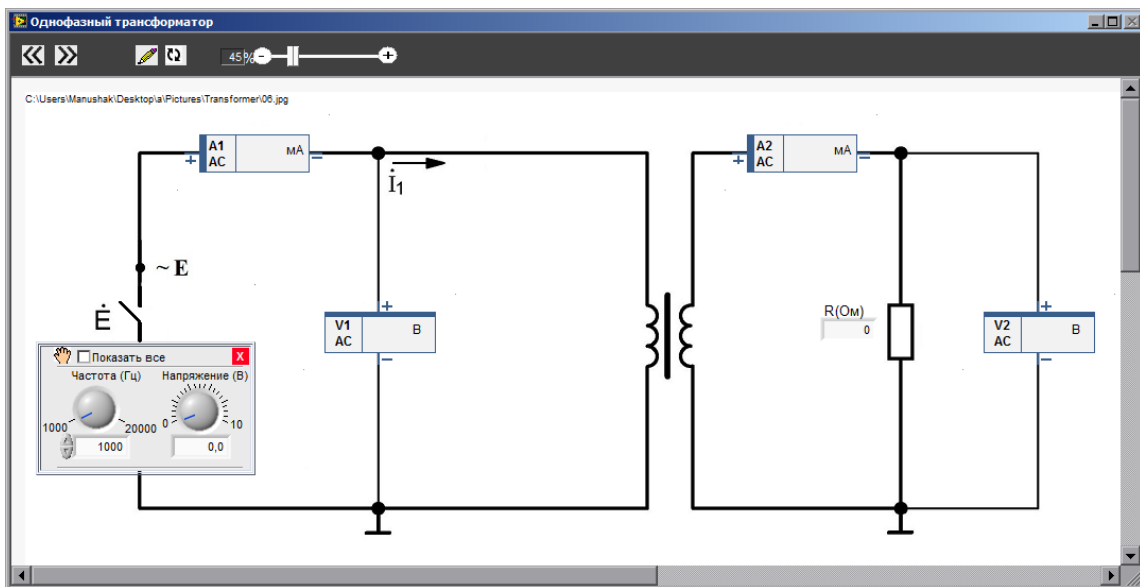

Рисунок 4.14 – Работа трансформатора на активную нагрузку
10. Нажмите кнопку **Следующий** на рабочем поле и видоизмените цепь на плате в соответствии с новой схемой (рисунок 4.14). Теперь в цепь вторичной обмотки трансформатора включено переменное активное сопротивление (**x10 Ом**).